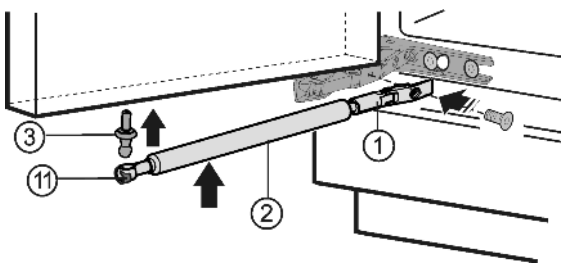

Fig. 5
- ▶ Visser le pivot sphérique Fig. 5 (3) à fond dans le nouveau trou de fixation **avec 4 Nm** (Torx® 25).
- ▶ Remettre le ressort tendeur Fig. 5 (11) à l'intérieur.
- ▶ Visser le support Fig. 5 (1) avec un couple de serrage de **3 Nm**.
- ▶ Accrocher l'amortisseur Fig. 5 (2) de fermeture au tourillon.